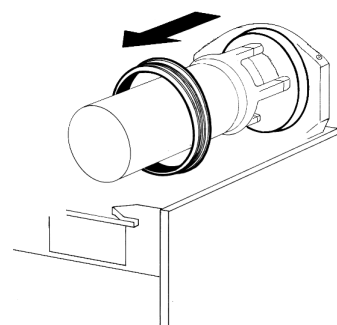

figura 10
- 4 - Quitar de su alojamiento la junta del contenedor (ver figura 10).